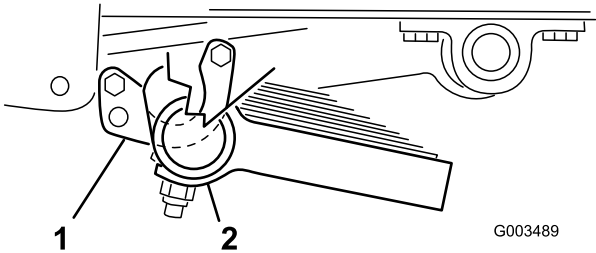

Figura 12
3. Sujete la parte delantera de cada gancho al conjunto del tubo con un perno (5/16 x 1 pulgada) y una contratuerca (5/16 pulgada) (Figura 12).